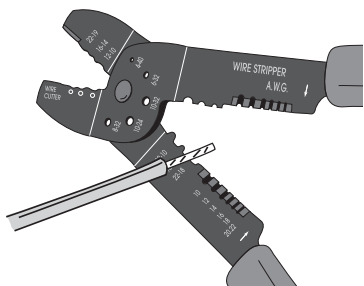

figure 3
1. Dénuder les fils sur une longueur de 1 cm ($\frac{1}{2}$ ") (**figure 3**),